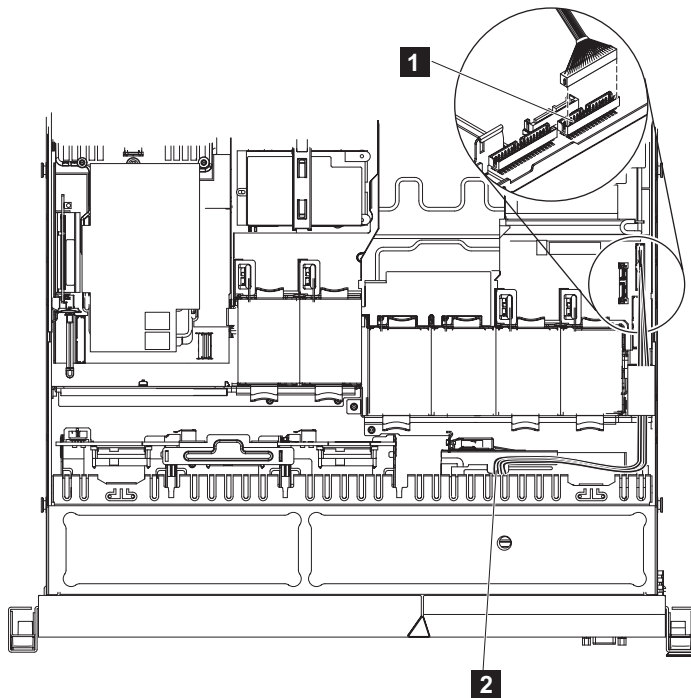

図 230. SAN ボリューム・コントローラー 2145-CG8 または 2145-CF8 オペレーター情報パネル・ケーブルの切り離し
3. 271 ページの図 230 に示すように、ノードの右側のビデオ/USB ケーブル・コネクタの上のコネクターからケーブルを切り離します。